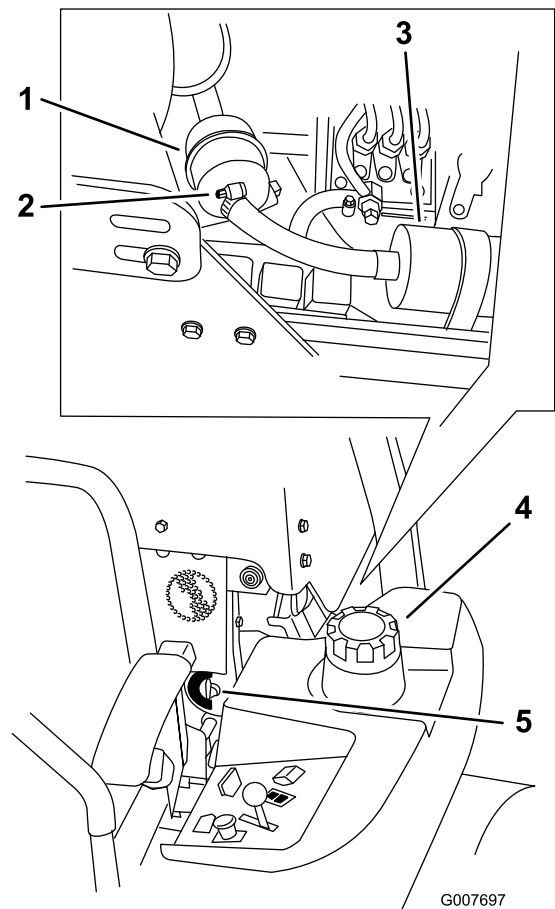

Figura 52
4. Chiudete la valvola di intercettazione del carburante (Figura 52).
5. Allentate le 2 fascette stringitubo e scollegate i tubi del carburante dal filtro carburante (Figura 52).
6. Montate un nuovo filtro. Collegate i tubi del carburante al filtro carburante e montate le fascette stringitubo (Figura 52).